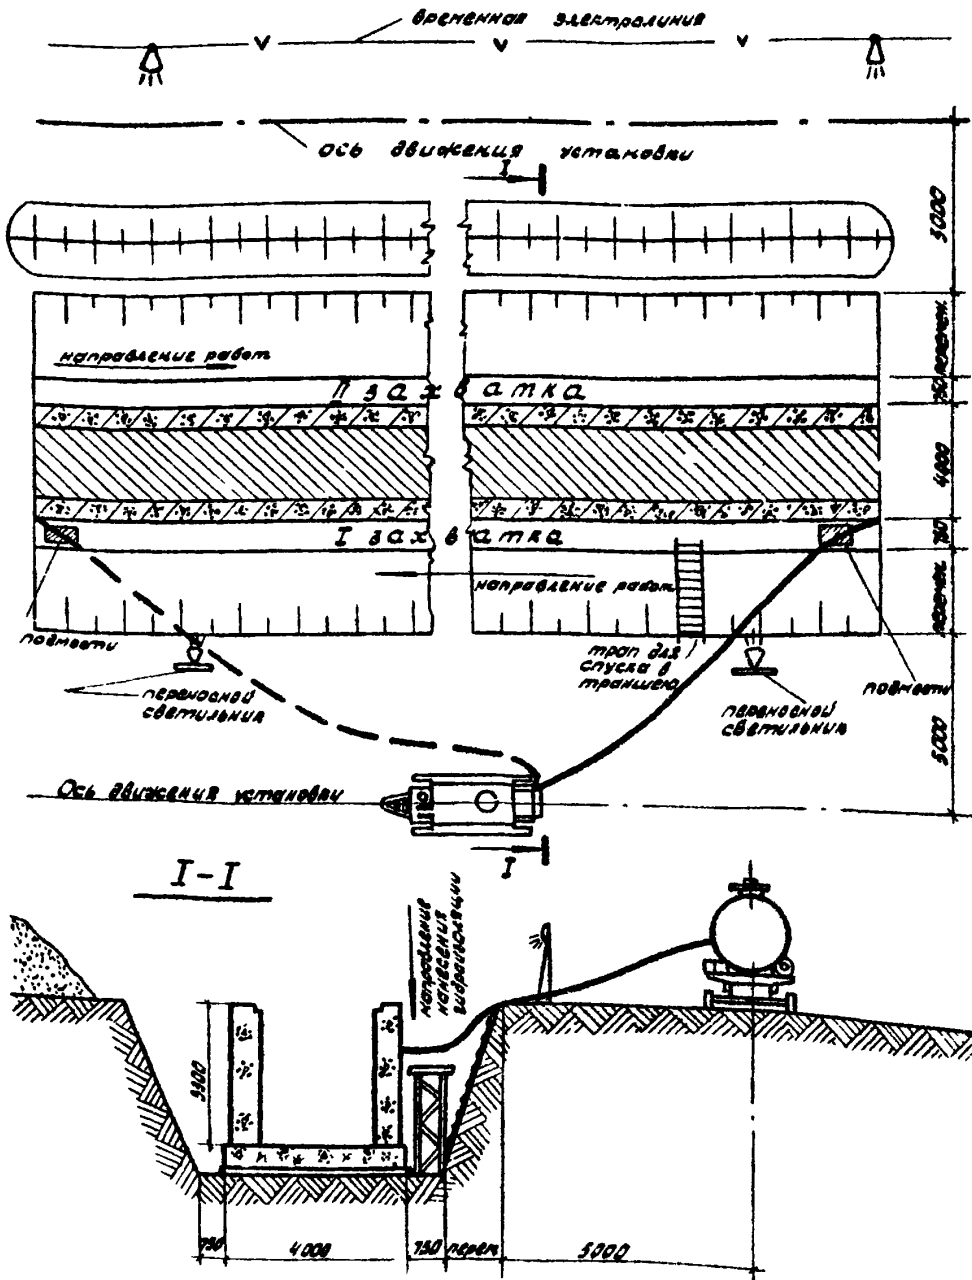

Рис. 1 Схема организации работ на захватке длиной 100 м
2. Гидроизоляция вертикальных поверхностей коллектора ведется последовательно по захваткам в порядке, указанном на схеме (Рис.1), путем нанесения горячего битума с помощью установки конструкции треста "Орг-промстрой", которая размещается в середине захватки.